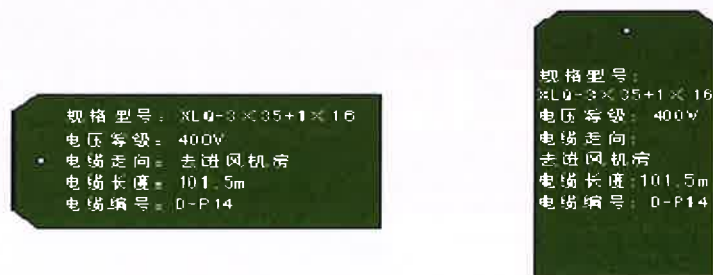
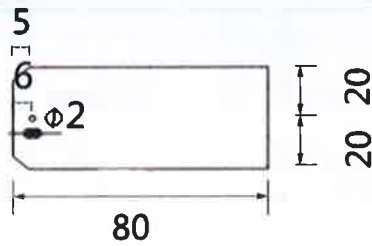

图 31 电缆管线标识牌样式示例
图 32 电缆管线标识牌尺寸示例
7.5 电缆管线标识牌悬挂于电缆的两个终端头和检修口。标注内容为：规格型号、电压等级、电缆走向（去向和来向）、电缆长度和工程竣工图中的电缆编号等。电缆管线标识牌材质为厚度不小于 2mm 的国家标准平板铝合金。印制方式为烤漆，耐久时间应在 10 年以上不褪色。电缆管线标识牌背景颜色为绿色 RGB (8, 119, 21)，文字颜色为白色 RGB (255, 255, 255)，字体为黑体，字号大小适当，同一工程应一致。电缆管线标识样式及尺寸示例见图 31、图 32。